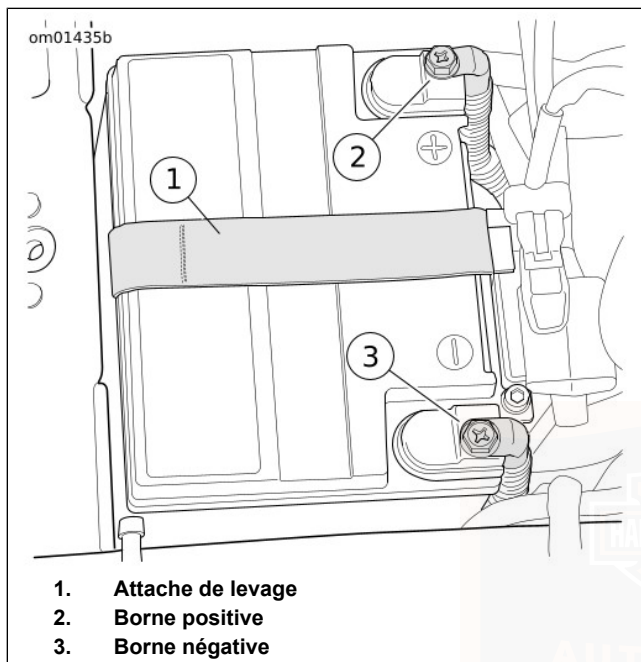

Figure 90. Compartiment de batterie
10. Voir Figure 90 . Déconnecter les deux câbles de la batterie, en commençant par le câble négatif.
3. Voir Figure 90 . Placer la batterie dans le plateau de batterie, bornes orientées vers l'avant.